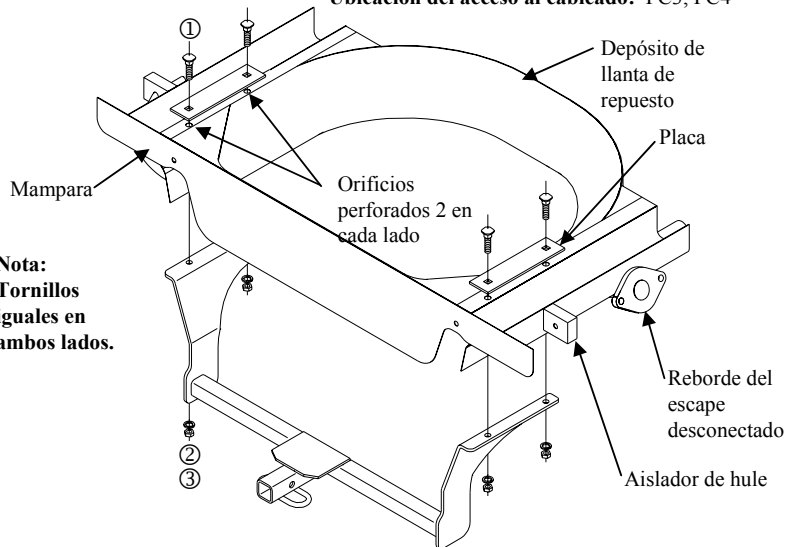

Figura 1
①	Cant. (4)	Perno de carruaje 7/16-14 X 1.50 GR5	③	Cant. (4)	Tuerca 7/16-14
②	Cant. (4)	Arandela de bloqueo
3. Desconecte el escape en el reborde. Ambos lados. Conserve los tornillos. Figura 1.
6. Con el enganche como plantilla, marque y perforo los dos (2) orificios en ambos lados.